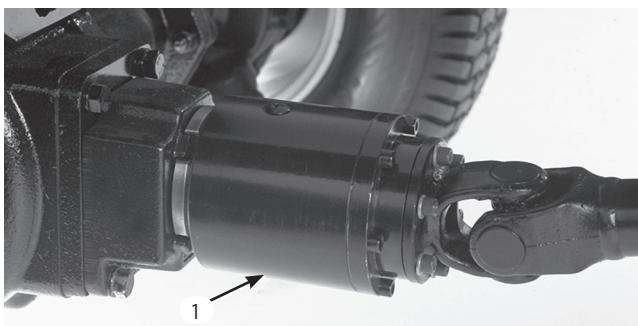

図64
3. 点検プラグが真下になるようにクラッチを回す(図64)。